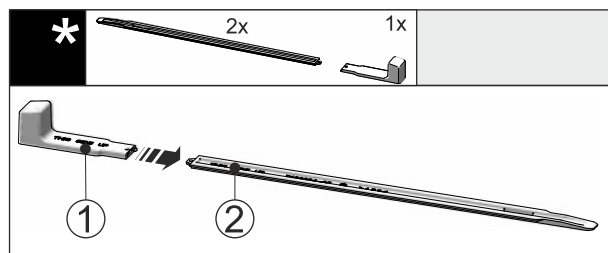

Fig. 49
- Nasuňte montážnu rukoväť Fig. 49 [1] na nivelačnú koľajničku Fig. 49 [2].